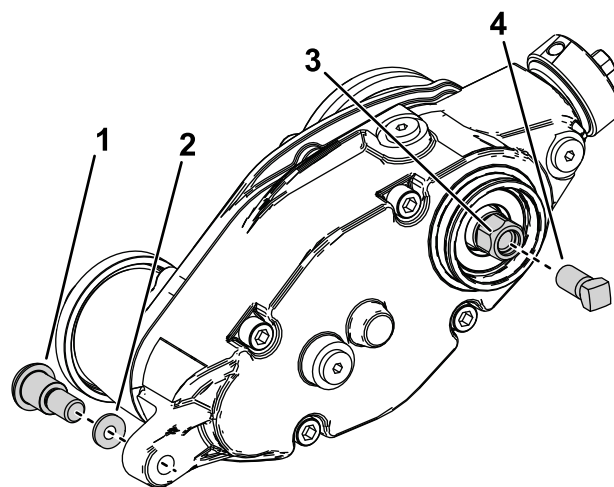

图 34
- 卸下将疏草刀连接到驱动箱的夹紧螺栓图 34。
- 卸下将疏草刀驱动箱连接到调整臂的轴肩螺栓和硬化垫圈图 34。
- 如图 34 所示将加固螺丝零件号 1-803022——单独出售安装到疏草刀驱动六角头的内螺纹并上紧扭矩至 13.5Nm。
- 转动疏草刀驱动六角头将疏草刀驱动箱从剪草滚刀上卸下图 34。